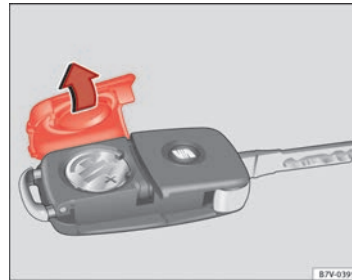

Abb. 15 Fahrzeugschlüssel: Deckel für Batteriefach.
- Abdeckung auf der Rückseite des Fahrzeugschlüssels ⇒ Abb. 15 in Pfeilrichtung abnehmen ⇒ ①.
- Abdeckung wie gezeigt ansetzen ⇒ Abb. 15 und entgegen der Pfeilrichtung auf das Fahrzeugschlüsselgehäuse drücken bis sie einrastet.